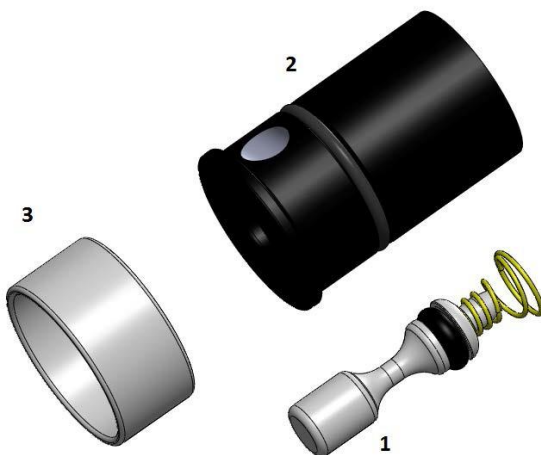

Abbildung 16
2. Nehmen Sie das Glas, und führen Sie dieses an das Ventilgehäuse heran wie in Abbildung 13 A dargestellt. Drücken Sie das Glas vertikal gegen das Ventilgehäuse bis sich der Ventilkolben (Abbildung 16, Teil 1) nach oben bewegt. Dadurch öffnet sich das Ventil – Abbildung 13 B. Es ist nicht mehr notwendig den vertikalen Druck aufrechtzuerhalten, sobald das Ventil geöffnet ist. Ist das Glas voll, dieses einfach wegnehmen, das Ventil schließt sich automatisch.
Das Ventil besteht aus 3 Hauptbestandteilen – siehe Abbildung 16; dem Ventilkolben (1), dem Ventilgehäuse (2) und dem Edelstahlring zur Schaumregulierung (3).